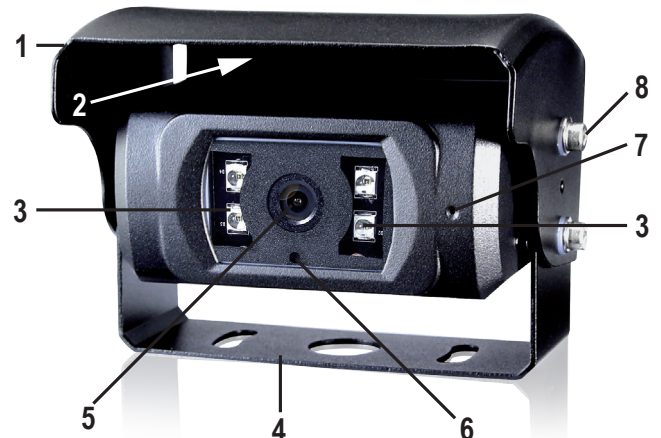
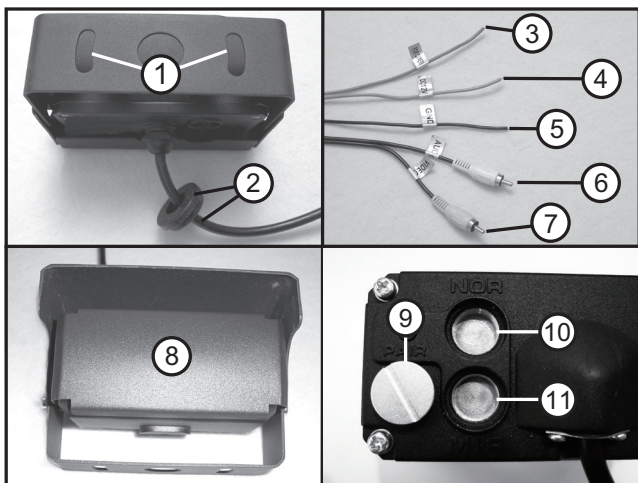
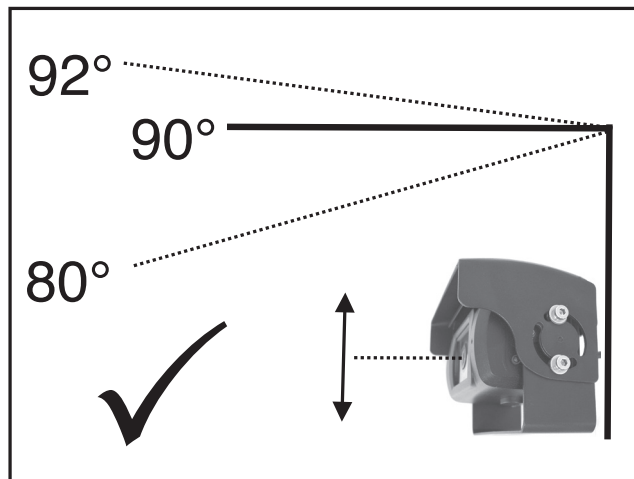

Figure 1
Figure 2
Figure 3
La caméra n'est pas adaptée pour le montage en suspension. La caméra doit être installée de manière fixe comme le montre la figure 3.
- Placez la caméra à l'emplacement de montage choisi avec l'étrier de fixation (figure 1, point 4) et marquez les trous de fixation sur l'emplacement de montage au centre des deux fentes de l'étrier de montage (figure 2, point 1). Percez des trous de fixation adaptés pour les vis à utiliser en vous servant d'un foret adéquat.
- Vérifiez si votre véhicule dispose déjà d'une ouverture appropriée pouvant être utilisée pour faire passer les câbles de raccordement de la caméra avec fiche à 5 pôles (Fig. 2, point 2) à l'intérieur du véhicule. Dans le cas contraire, vous devez percer un trou adéquat à un endroit approprié. Pour pouvoir insérer correctement le joint de câble (Fig. 2, point 2) monté sur le câble de la caméra, le trou doit présenter un diamètre de 20 mm.
- Raccordez ensuite la caméra à la source d'alimentation. Pour cela, connectez le câble noir (« GND », figure 2, point 5, d'environ 3,5 mètres de long) à la masse du véhicule (pôle négatif, p. ex. pour les feux de recul) et le câble rouge (« 12 V CC », figure 2, point 4, d'environ 10 mètres de long) à un câble positif de 12 V qui est sous tension uniquement lorsque le moteur tourne (p. ex. sous le tableau de bord). Connectez le câble rose (« For Camera », figure 2, point 3, d'environ 3,5 mètres de long) à un câble qui connecte les feux de recul au pôle positif de la batterie lorsque la marche arrière est enclenchée (p. ex. pour les feux de recul).
- Raccordez la sortie audio (figure 2, point 6, connecteur blanc) et la sortie vidéo (figure 2, point 7, connecteur jaune) à l'écran prévu pour la caméra de plaque d'immatriculation. Le câble de rallonge approprié n'est pas fourni et il doit être commandé séparément dans la longueur désirée.
- Effectuez un test selon le point suivant « Fonctionnement de la caméra pour plaque d'immatriculation ». Avant l'installation définitive de la caméra, vérifiez qu'elle fonctionne correctement. Déterminez si vous souhaitez afficher l'image en reflet à gauche ou à droite. Le signal vidéo peut être affiché en reflet si vous ajustez le bouchon magnétique (figure 2, point 9) de « NOR » (figure 2, point 10) à « MIR » (figure 2, point 11).
- Desserrez légèrement les vis de fixation des deux côtés (figure 1, point 8) pour ajuster l'angle d'inclinaison de la caméra. Lors de cette opération, assurez-vous que le cache de protection de la caméra (obturateur) puisse être déplacé librement. Une fois que vous avez ajusté la caméra, serrez de nouveau les vis des deux côtés. Veillez également tenir compte de la figure 3.
Si la marche arrière est enclenchée, les feux de recul de votre véhicule vont s'allumer. Étant donné que la caméra est également raccordée à l'un des câbles des feux de recul, le cache de protection de la caméra (figure 1, point 2) va alors s'ouvrir. Votre écran affiche alors l'espace arrière filmé par votre caméra. Les bruits à l'arrière de votre véhicule sont transmis aux haut-parleurs de l'écran grâce au microphone intégré dans la caméra (figure 1, point 7).
Grâce aux LED infrarouges intégrées dans la caméra (figure 1, point 3), l'espace arrière est éclairé dans l'obscurité et les obstacles seront alors facilement détectés. Les LED infrarouges sont automatiquement activées par le capteur de lumière intégré (figure 1, point 6). Si la marche avant est de nouveau enclenchée, le cache de protection de la caméra se referme (figure 2, point 8) afin de protéger la caméra des éléments extérieurs.